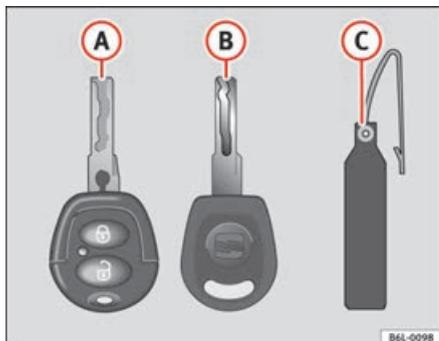

Fig. 46 Set di chiavi
- una chiave con telecomando ⇒ fig. 46 **A**
Il codice indicato sulla targhetta ⇒ fig. 46 **B** è indispensabile per poter fare duplicati delle chiavi. Per questo motivo: